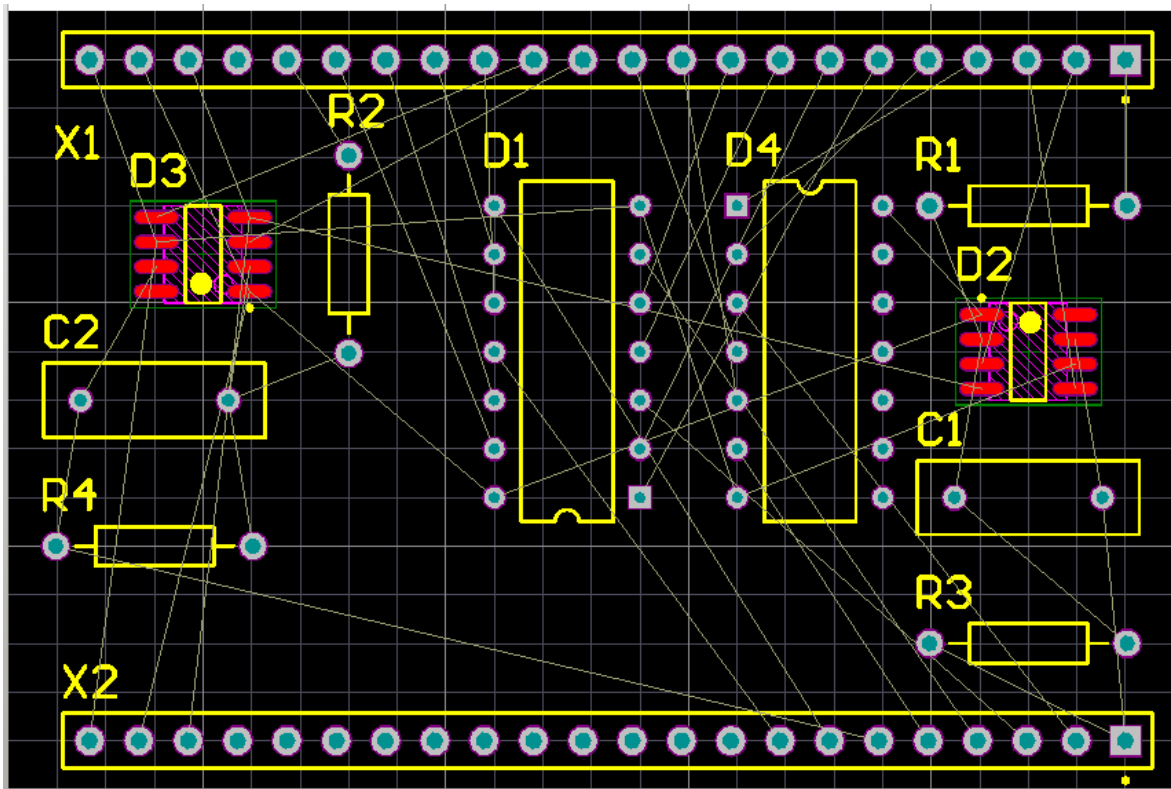

Рис. 112. Пример размещения компонентов на плате
8. Разместить наиболее оптимально ЭК на плате посредством перемещения корпусов мышкой (захватывать следует сам компонент, а не его позиционное обозначение или контактную площадку), при необходимости корпуса можно разворачивать (шаг сетки при размещении должен быть 2,5 мм). Во время размещения можно пользоваться интуитивной подсказкой в виде линий связи, цвет которой меняется от красного к зеленому. Зеленый цвет говорит об уменьшении суммарной длины цепей, отходящих от выбранного компонента. Цвет корпуса должен быть желтым, зеленый цвет корпуса сообщает о нарушении (например, о наложении корпусов друг на друга). При размещении удобно использовать панель PCB>>PCB. В ней нужно открыть Components, Top Side Components, и, вытаскивая по позиционным обозначениям компоненты из списка, располагать их внутри контура платы. Пример размещения представлен на Рис. 112.